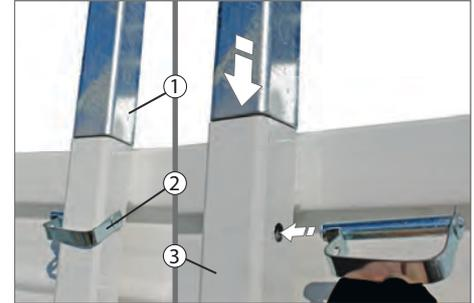

Abb. 178 Auflagebock gesichert
- ▶ Federsteck-Bolzen (Abb. 178/2) aus den Bohrungen herausziehen.
- ▶ Auflagebock-Gestell (Abb. 178/1) gleichzeitig in die Rungen (Abb. 178/3) hineinstecken.